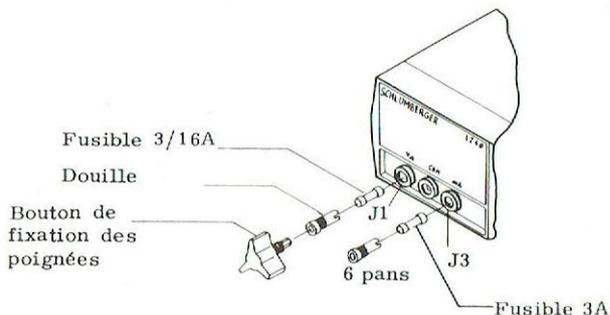

Figure 12 : Remplacement des fusibles d'entrée
- 2) Placer le VM 1240 sur sa face arrière (position verticale) et amener la poignée intérieure en position verticale comme indiqué figure 12. La « lumière » rectangulaire ménagée dans cette poignée doit alors se trouver en regard de l'encoche prévue dans le boîtier.